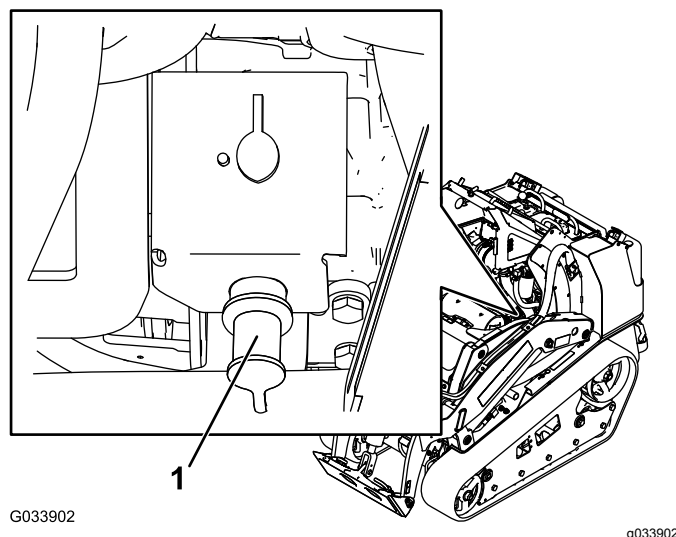

Рисунок 54
2. Снимите крышку со штыря запуска от внешнего источника (Рисунок 54).
3. Подсоедините конец положительного (+) соединительного кабеля к штырю запуска от внешнего источника (Рисунок 54).